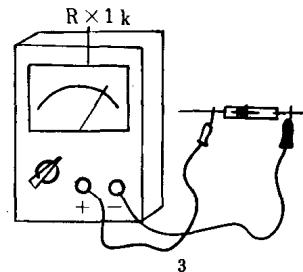

图1-9 用万用表判别二极管正负极
④用万用表 $R \times 100$ 或 $R \times 1\text{k}$ 档，任意测量二极管的两根引线，如果量出的电阻只有几百欧（正向电阻），则黑表棒（即万用表内电源正极）所接引线为正极，红表棒（即万用表内电源负极）所接引线为负极（见图1-9）。